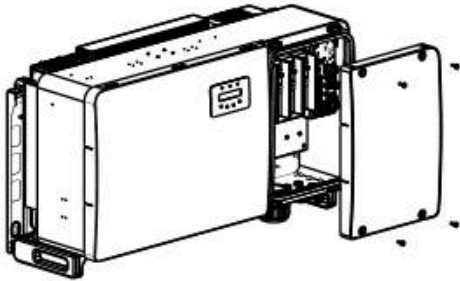

图3.21 拆下接线盒盖
4. 拆下逆变器接线盒上的4个螺丝，然后拆下接线盒盖（如图3.21所示）。